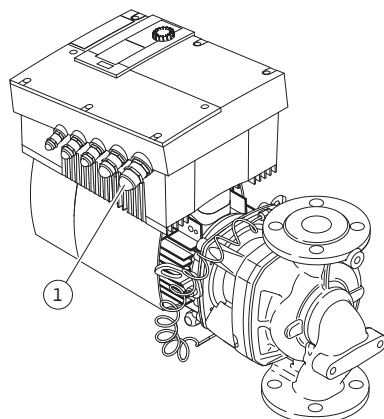

Fig. 24: Кабельный ввод M25
- Электроподключение должно осуществляться с использованием фиксированного кабеля для подключения к сети (сечение жил мин. 4 x 1,5 мм², макс. 4 x 4 мм²), оснащенного штекерным соединителем или всеполюсным выключателем с шириной замыкания контактов мин. 3 мм. Кабель для подключения к сети нужно проводить через кабельный ввод M25 (рис. 24, поз. 1).